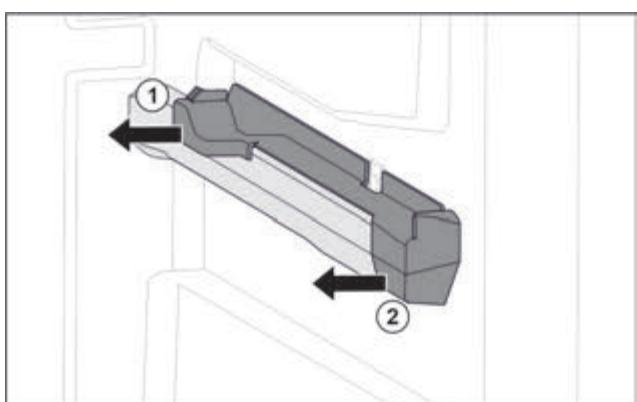

Fig. 97 Вставна частина на правому ребрі для резервуару
- Відсунути вставну частину назад вбік. Fig. 97 (1)
- Відсунути вставну частину вперед вбік. Fig. 97 (2)